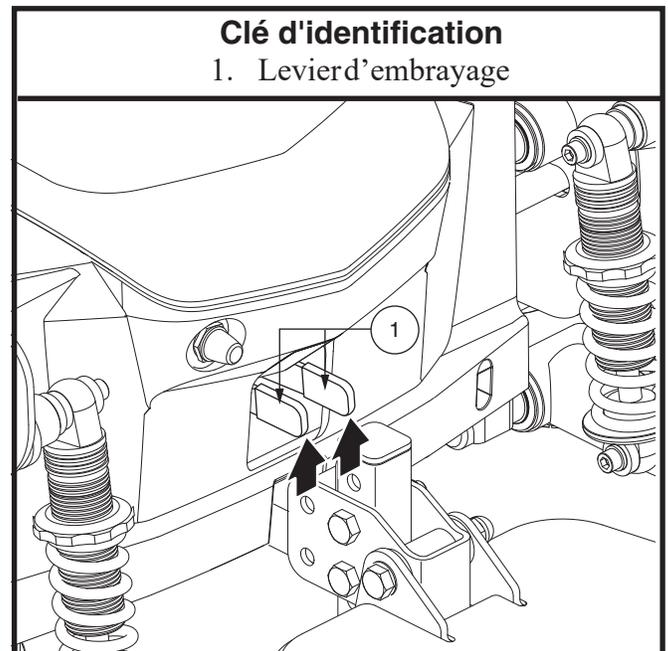

Figure 5. Mode «roues libres» (débrayé)
3. Poussez les deux leviers vers le bas pour débrayer les moteurs. **Voir la figure 5.**